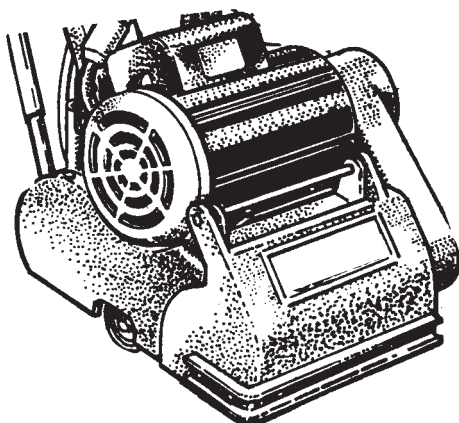

Figure 4
6. Soulever le châssis avec les poignées de transport et le poser dans la zone de chargement. Voir Figure 4.